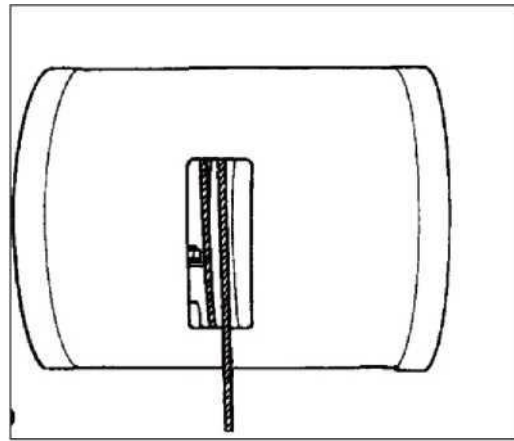

图 9.5
3. 如步骤 2 所示，再次缠绕绳索。钢丝绳缠绕在外壳窗口的中心 (图 9.5)